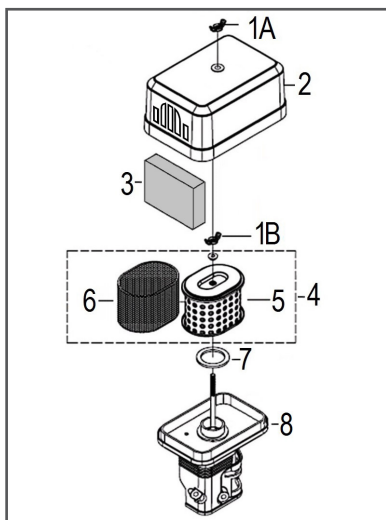

Рис. 34. Обслуживание воздушного фильтра
1. Открутите барашковую гайку 1А и снимите крышку 2 воздушного фильтра. Извлеките из крышки 2 предварительный поролоновый фильтр 3 (Рис. 34).
2. Открутите барашковую гайку 1В и извлеките из корпуса воздушный фильтр 4 в сборе (Рис. 34).
3. Проверьте целостность и чистоту фильтрующих элементов. Основной воздушный фильтр состоит из бумажного фильтрующего элемента 5 и установленного на нём поролонового фильтрующего элемента 6 (Рис. 34).
4. При незначительном загрязнении промойте поролоновые фильтрующие элементы 3 и 6 (Рис. 34) теплым мыльным раствором и просушите. Поврежденные или сильно загрязненные поролоновые фильтрующие элементы замените.
5. Произведите очистку корпуса 8 и крышки 2 воздушного фильтра, не допуская попадания пыли и грязи в воздуховод, ведущий к карбюратору (Рис. 34).
6. Смочите поролоновый фильтрующий элемент 3 специальным или чистым моторным маслом, после чего, не скручивая фильтрующий элемент, отожмите излишки масла (Рис. 34).
7. Перед установкой основного воздушного фильтра убедитесь, что уплотнительное кольцо 7 воздушного фильтра находится на месте и не имеет повреждений (Рис. 34).